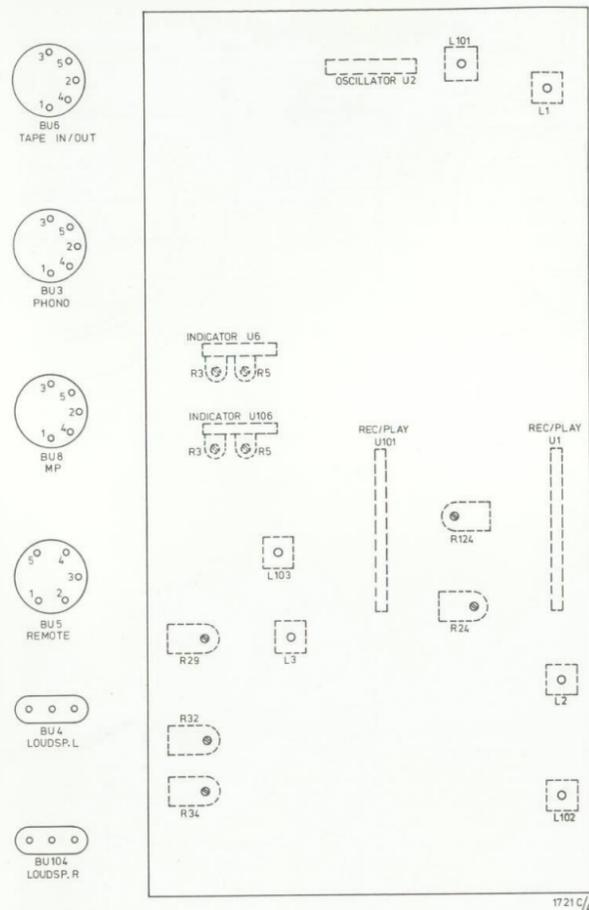

Fig. 18
8. Instelling van de snelheid (fig. 18)
- Regel nu de juiste snelheid af door aan de potentiometer te draaien welke bij de snelheid behoort (zie fig. 18 en onderstaande tabel).
ELEKTRISCHE METINGEN EN INSTELLINGEN (fig. 18)
Uitgang : BU8 meetpunten De generatorspanning zodanig regelen dat tussen punten 1 en 2 (punten 4 en 2) 1,6 mV staat. (De generatorspanning moet in dit geval 110-170 mV zijn.) Met opnameregelaar "REC" de spanning tussen punten 1 en 2 (punten 4 en 2) instellen op 0,16 mV. De generatorspanning verhogen tot de spanning tussen punten 1 en 2 (punten 4 en 2) weer 1,6 mV is. (De generatorspanning moet in dit geval 1,1-1,7 mV zijn.) R5 van U6 (U106) (fig. 18) zo instellen dat de linker (rechter) indikator 100 % uitslag geeft (= 0 dB).